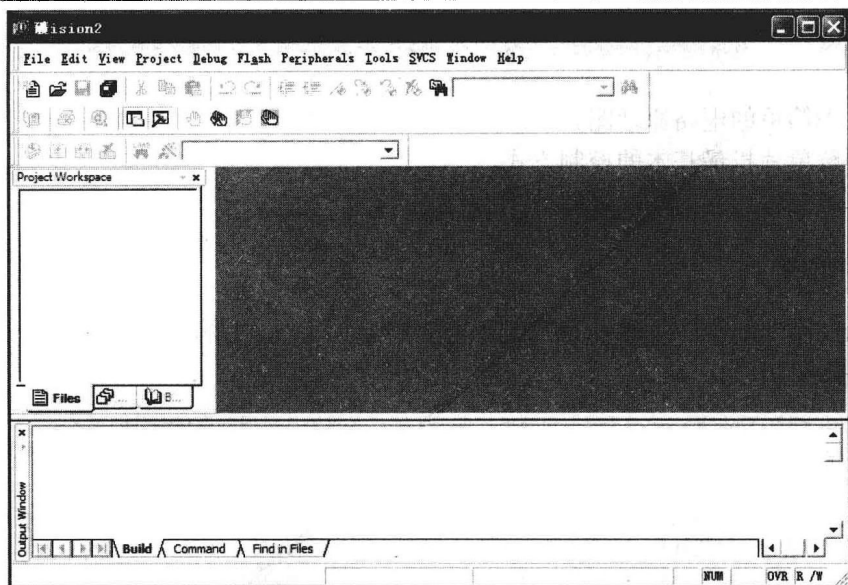

图 1-2 初始界面
(1) 启动 Keil C 软件,进入如图 1-2 所示的界面。